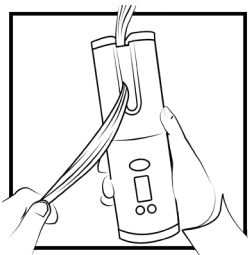
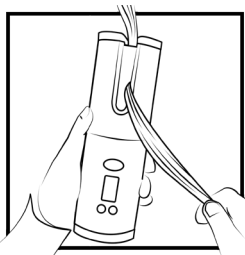

Рис. 4
Рис. 5
- Коротким нажатием кнопки включения / выключения (6) подтвердите выбранную единицу измерения температуры;
- Пока мигает индикатор продолжительности укладки (16) с помощью кнопки выбора (7) выберите продолжительность укладки в секундах;
- Выбранная Вами продолжительность времени укладки (16) будет мигать несколько секунд, а затем замигает индикатор нагрева (12);
- При достижении выбранной температуры нагрева, индикатор нагрева (12) перестанет мигать и прозвучит звуковой сигнал. Прибор готов к работе;
- Поместите прядь волос между корпусом (2) и рабочей поверхностью (1), держа ее за конец, как показано на Рис. 4, если выбрана укладка налево, и как показано на Рис. 5, если выбрана укладка направо;